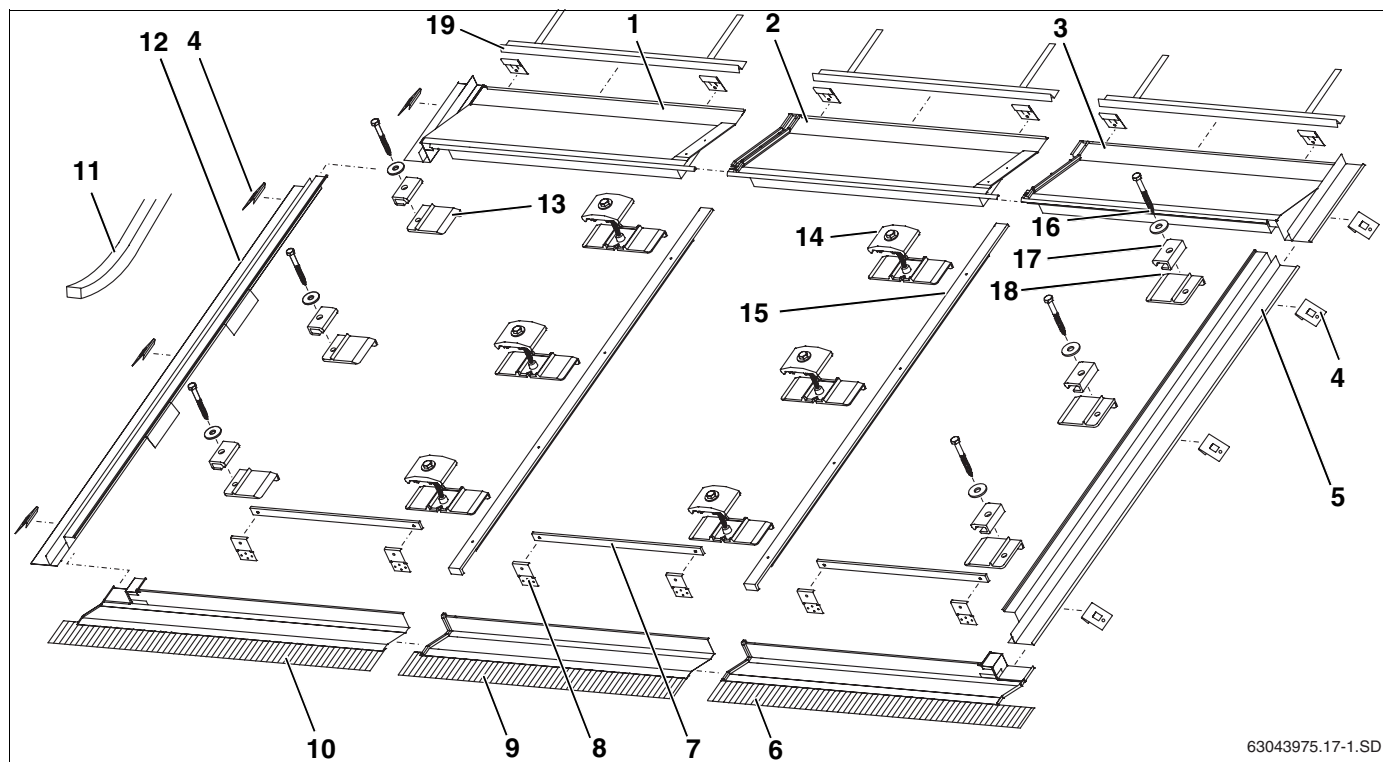

Fig. 2 1 conjunto de instalação básico para os colectores das extremidades e 1 conjunto de ampliação para o colector central (vertical, uma fila)
As chapas de cobertura inferiores (fig. 2, **item 6, 9 e 10**) são para os telhados de ardósia ou de ripas sem avental de chumbo.
Conjunto de instalação básico para ambos os colectores das extremidades de uma fila de colectores (fig. 2):
Conjunto de instalação de ampliação, por cada colector adicional (fig. 2):